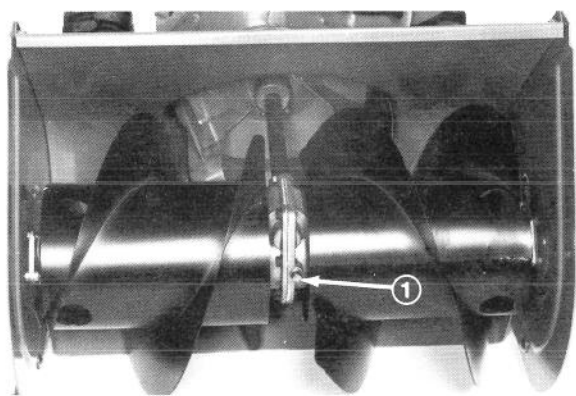

Figure 30
1. Enlevez le bouchon à tuyau (Fig. 30).